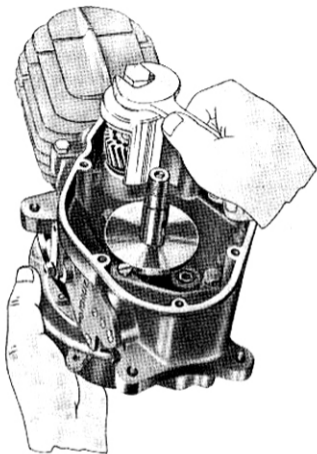

Fig. 13 - Come si toglie dall'albero motore il pignone elastico
- 2) applicare sul pignone elastico l'estrattore 36463 per smontare dall'albero motore il pignone come dimostrato a fig. 13.